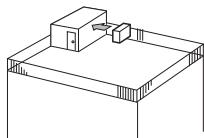

Fig. 2-2
- Ustawić wylot powietrza w kierunku najbliższej ściany, zachowując odległość ok. 35 cm. (Fig. 2-2).